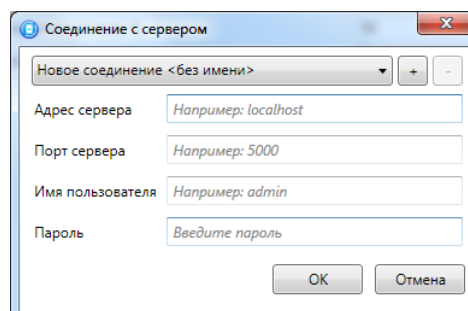

Рис. 29 Задание параметров соединения
- ✓ в открывшемся окне *Соединение с сервером* укажите IP-адрес сервера ПЦН Мираж (пример: 10.206.201.100), порт сервера (по умолчанию - 5000), имя пользователя и пароль пользователя с правами администратора ПЦН Мираж (рис.29);
- ✓ в открывшемся окне *Соединение с сервером* укажите IP-адрес сервера *ПЦН Мираж* (пример: 10.206.201.100), порт сервера (по умолчанию - 5000), имя пользователя и пароль пользователя с правами администратора *ПЦН Мираж* (рис.29);